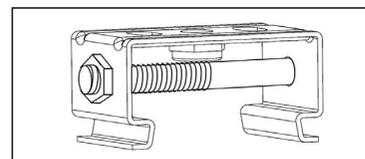

Рис. 1
- Закрепите скобы на поверхности установки и защелкните в скобы осветительный прибор. **Внимание!** Для надежной фиксации осветительного прибора необходимо использовать стягивающие болты, входящие в комплект поставки. Болты необходимо установить в боковые отверстия на скобах и затянуть гайкой (рис. 1).